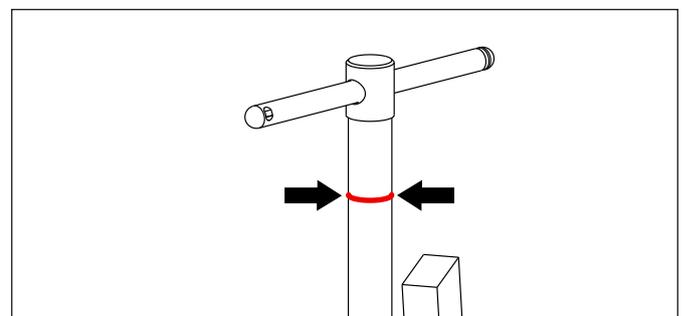

Figura 4, Indicatore di avvitemento della filettatura (banda rossa)
- Una volta posizionato l'estrattore sul particolare da rimuovere, accertarsi che l'indicatore di avvitemento della filettatura sia visibile. La posizione è indicata nella Figura 4. Se il mandrino viene ruotato troppe volte in senso orario, l'indicatore risulterà nascosto, segnalando che la lunghezza di avvitemento è insufficiente.